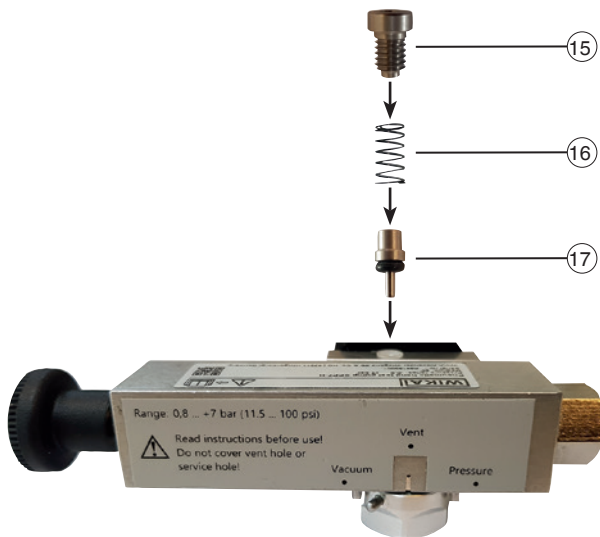

Abb. 1 - Einsetzen des Rückschlagventils
- ▶ Auf die richtige Reihenfolge der Bauteile achten (siehe Abb. 1 „Einsetzen des Rückschlagventils“)!
5. Die Öffnung (18) mit der Schraube (15) wieder verschließen.